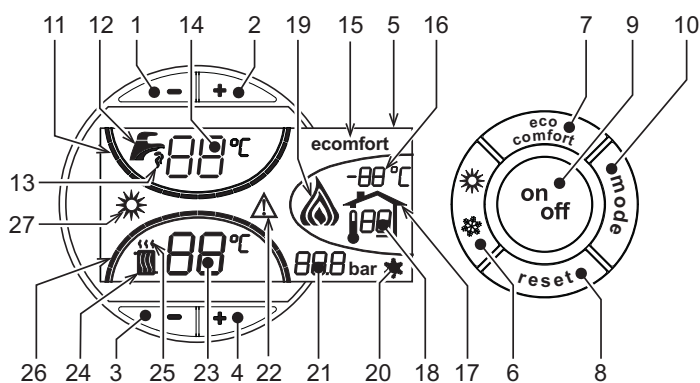
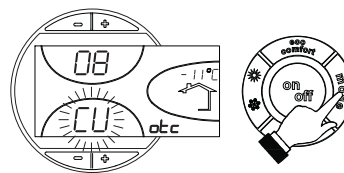
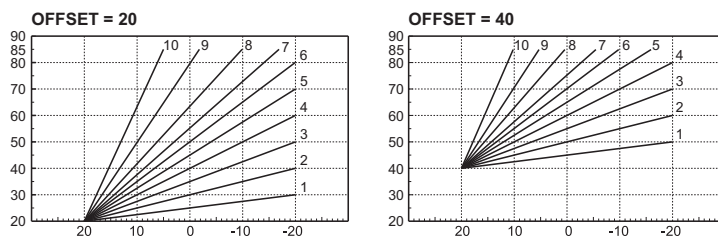

fig. 1 - Controlepaneel
fig. 11 - Kromming stooklijn
fig. 14 - Voorbeeld van parallelle verplaatsing van de compensatiecurven
Het verzoek om verwarming (door de Omgevingsthermostaat of de Timerafstandsbediening) wordt aangegeven met knipperen van de warme lucht boven de radiator (detail 24 en 25 - fig. 1).
De streepjes die de verwarmingsgraad aangeven (detail 26 - fig. 1) gaan branden naarmate de temperatuur van de verwarmingssensor de ingestelde waarde dichterbenaart.
Het verzoek om sanitair water (naar aanleiding van gebruik van warm sanitair water) wordt aangegeven met knipperen van het warm water onder de kraan (detail 12 en 13 - fig. 1). Controleer of de functie Comfort geactiveerd is (detail 15 - fig. 1)
De streepjes die de temperatuur van het sanitaire water aangeven (detail 11 - fig. 1) gaan branden naarmate de temperatuur van de sensor van het sanitaire water de ingestelde waarde dichterbenaart.
Wanneer verwarming van de boiler actief is (standaard ingesteld) wordt op het display het symbool COMFORT (detail 15 - fig. 1) geactiveerd; wanneer ze is uitgeschakeld is op het display het symbool ECO (detail 15 - fig. 1) geactiveerd
De gebruiker kan de boiler uitschakelen (modus ECO) door te drukken op de toets eco/comfort (detail 7 - fig. 1). Druk nogmaals op de toets eco/comfort (detail 7 - fig. 1) om de modus COMFORT te activeren.
Druk 1 seconde op de toets on/off (detail 9 - fig. 1) .
De sanitaire en verwarmingswerking is niet meer actief. Het antivriessysteem blijft actief. Druk nogmaals 1 seconde op de toets **on/off** (detail 9 - fig. 1) om de ketel weer aan te zetten.
Druk 1 seconde op de toets **zomer/winter** (detail 6 - fig. 1).
Op het display wordt het symbool Zomer (detail 27 - fig. 1) actief: de verwarmingsketel levert uitsluitend warm water. Het antivriessysteem blijft actief.
Druk weer 1 seconde op de toets **zomer/winter** (detail 6 - fig. 1) om de modus Zomer te deactiveren.
Bedien de **verwarmingstoetsen** (detail 3 en 4 - fig. 1) om de temperatuur te variëren van minimaal 30 °C tot maximaal 80 °C.
-/+ Bedien de toetsen voor sanitair water (detail 1 en 2 - fig. 1) om de temperatuur te variëren van minimaal 10°C tot maximaal 65°C.
Wanneer de externe temperatuursonde (optioneel) wordt geïnstalleerd, wordt op het display van het bedieningspaneel (detail 5 - fig. 1) de werkelijke, door de sonde gemeten buitentemperatuur weergegeven. Het regelsysteem van de verwarmingsketel werkt met "Weersafhankelijke Temperatuur". In deze modus wordt de temperatuur van de verwarmingsinstallatie gereguleerd overeenkomstig de externe weersomstandigheden, zodat gedurende het hele jaar verhoogd comfort en energiebesparing wordt gegarandeerd. Namelijk bij toename van de buitentemperatuur wordt de uitgangstemperatuur van de installatie volgens een vastgestelde "compensatiecurve" verlaagd.
Bij regeling met Weersafhankelijke temperatuur wordt de temperatuur die ingesteld is met de verwarmingstoetsen +/- (detail 3 en 4 - fig. 1) de maximum uitgangstemperatuur van de installatie. Aanbevolen wordt om de maximumwaarde in te stellen, zodat het systeem bij het regelen gebruik kan maken van het gehele functioneringsbereik.
Door eenmaal op de toets **mode** (detail 10 - fig. 1) te drukken wordt de huidige compensatiecurve (fig. 11) afgebeeld en kan ze gewijzigd worden met de **toetsen sanitair water** (detail 1 en 2 - fig. 1).
Door te drukken op de **verwarmingstoetsen** (detail 3 en 4 - fig. 1) wordt toegang verkregen tot parallelle verplaatsing van de curven (fig. 14), die gewijzigd kan worden met de **toetsen sanitair water** (detail 1 en 2 - fig. 1).
Druk nogmaals op de toets **mode** (detail 10 - fig. 1) om de modus voor afstellen van parallelle verplaatsing van de curven af te sluiten.